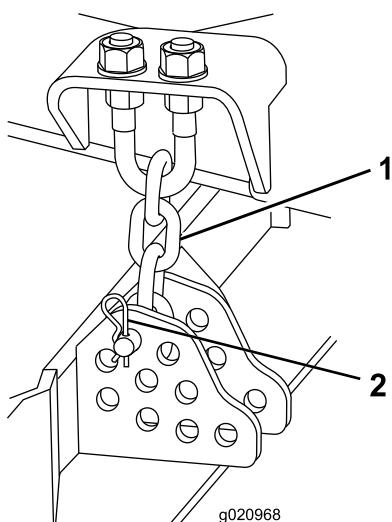

Figura 19
5. Togliete la coppiglia e il perno con testa che fissano le catene dell'altezza di taglio sul retro dell'apparato di taglio (Figura 19).